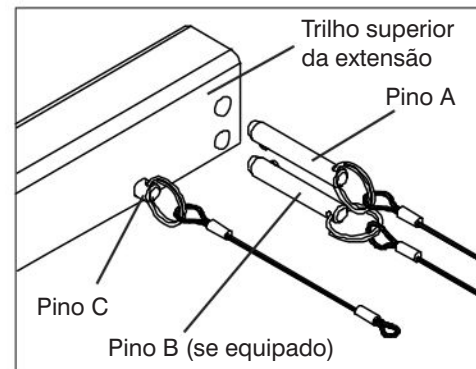

Figura 3-13b. Pinos do trilho superior da extensão
8. Remova os pinos A e B no lado esquerdo e direito (se equipados). (Consulte a Figura 3-13b):